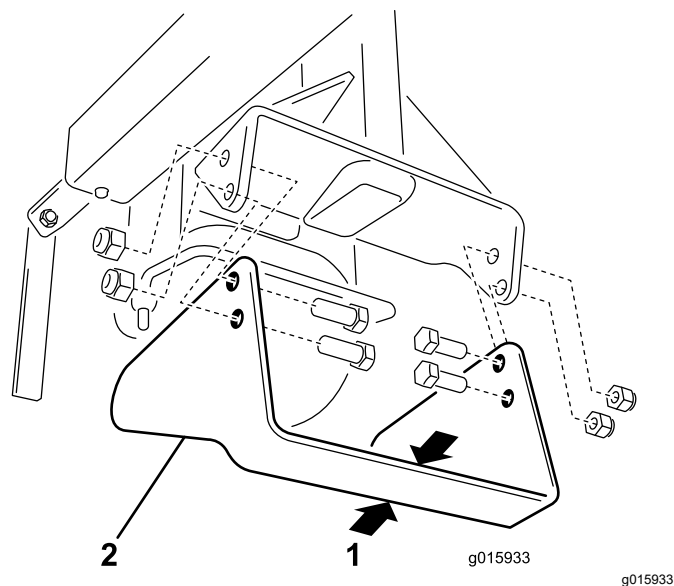

图 15
要经常检查修边机刀片刀片宽度减少到 1¼ 英寸时应更换刀片 图 15。
3. 卸下将刀片固定到刀盘臂的 4 个螺丝和 4 个螺母 图 15。